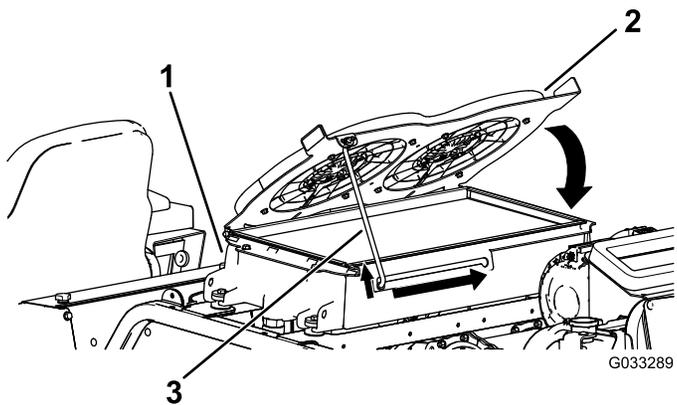

Рисунок 110
4. Поверните вентиляторы охлаждения гидравлической жидкости вниз и зафиксируйте опорную стойку в выемке (Рисунок 110).